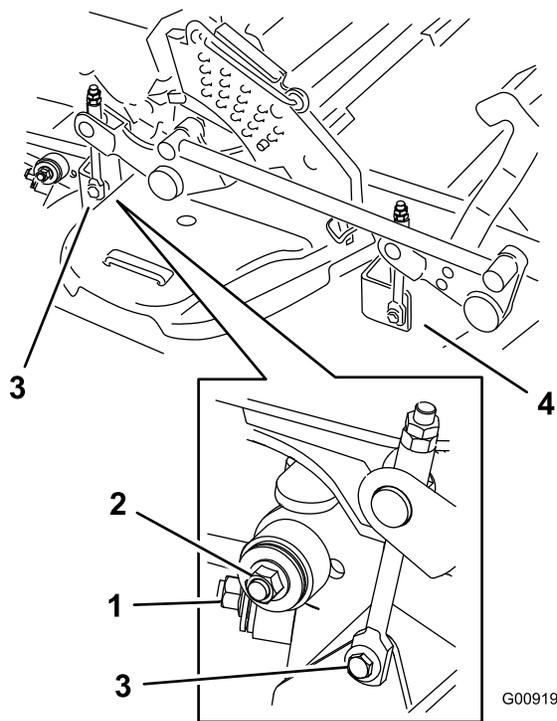

Figura 106
7. Rimuovete e conservate la bulloneria su ambo i lati del piatto di taglio come mostrato in (Figura 106).